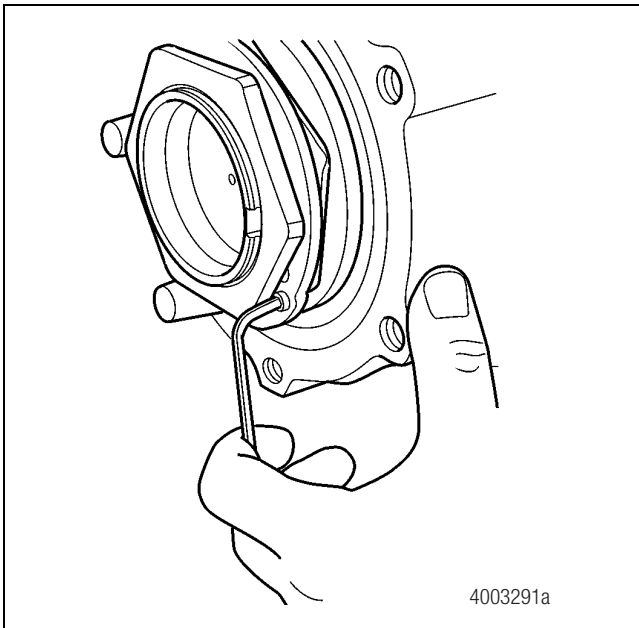
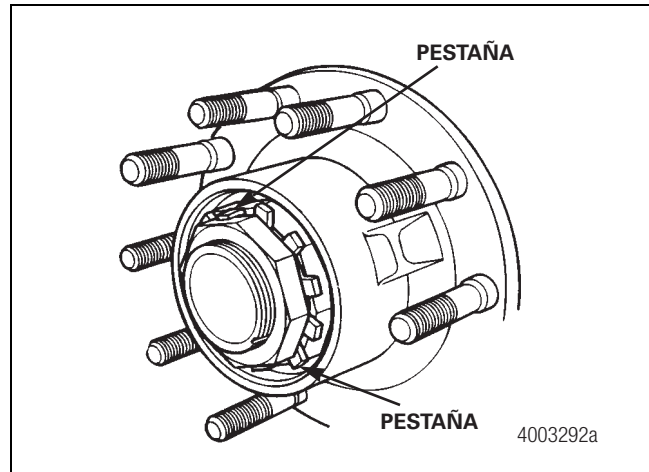

Figura 10.10
Figura 10.11
8. Con una llave Allen apriete el tornillo de fijación en la arandela de presión hasta que quede bien asentado. Figura 10.10. Si el eje cuenta con la arandela de presión de pestañas flexibles, doble dos pestañas sobre las aletas opuestas de la contratuerca. Figura 10.11.